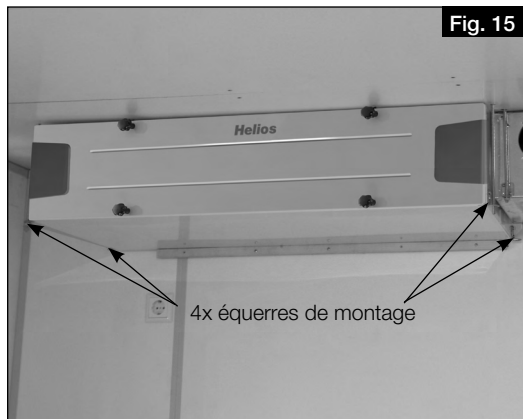
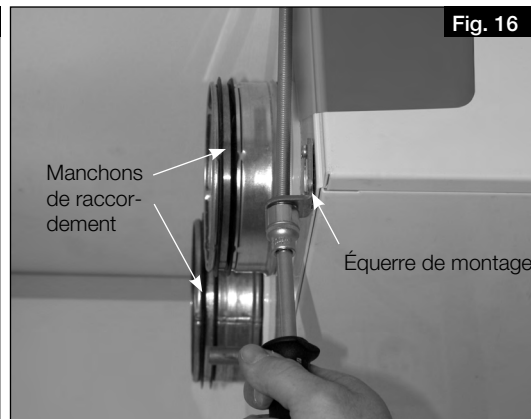

Fig. 15
Fig. 16
2. Fixer l'équerre de montage avec des amortisseurs de vibrations (4x ; inclus dans la livraison) aux parois latérales inférieures avec des vis (voir Fig. 15 et Fig. 16).
3. Fixer l'unité au plafond à l'aide de tiges filetées M8 (voir Fig. 16).